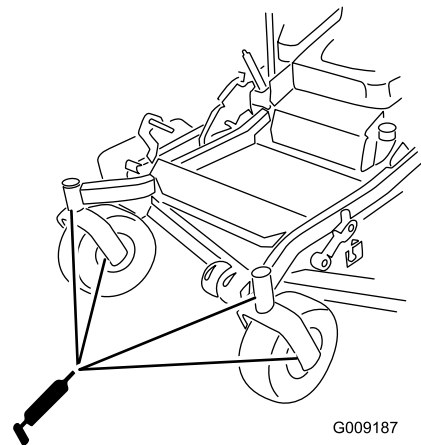

Figura 50
12. Montate il tappo esagonale e lo scodellino antipolvere (**Figura 50**).
13. Ingrassate i cuscinetti delle ruote orientabili (**Figura 50**).